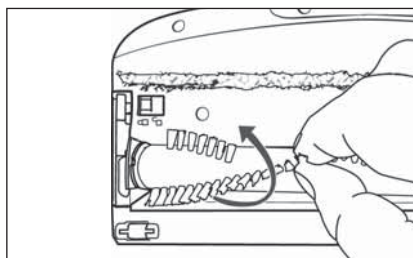

Fig. 30
- 3) Tire del rodillo de cepillos **21** por las cerdas para extraerlo del cepillo para suelos **22**. Para extraerlo con más facilidad, gire ligeramente el rodillo de cepillos **21** al mismo tiempo (consulte la fig. 30).